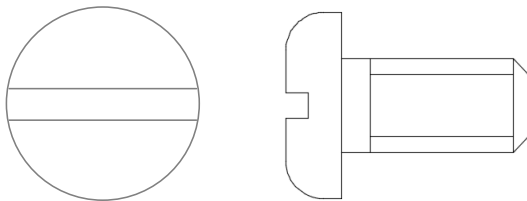

图 2-33 绘制圆
(7) 单击“默认”选项卡“绘图”面板中的“圆”按钮, 以坐标点 $(-23.5, 5)$ 为圆心, 绘制半径为 10 的圆, 如图 2-33 所示。命令行提示与操作如下。